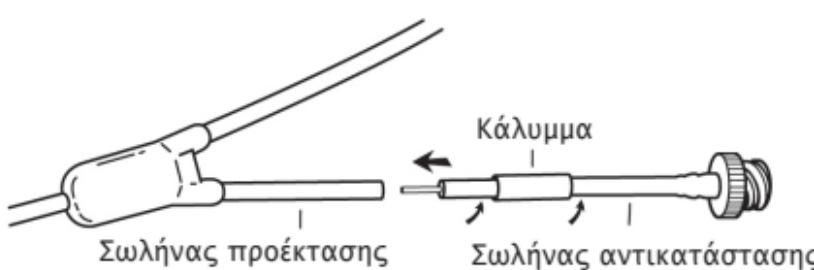

Fig. 12
3. Το άκρο του σωλήνα αντικατάστασης διαθέτει έναν προεγκατεστημένο μεταλλικό σωληνίσκο. Με περιστροφική κίνηση, ωθήστε μαλακά το μεταλλικό σωληνίσκο στο σωλήνα προέκτασης, έως ότου ο σωλήνας αντικατάστασης βρεθεί σε απόσταση 2-3 mm. περίπου από το σωλήνα προέκτασης. (Fig. 12)